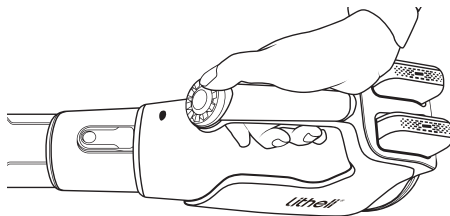

Fig. 5
- b. Mantenga pulsado el interruptor de encendido/apagado, ahora el soplador está encendido. (Fig. 5)